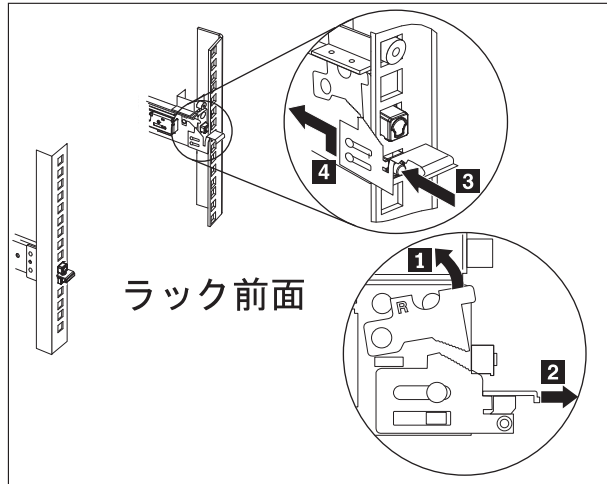

図 23. スライド・レールの端の取り外し
4. 62 ページの図 23 に示すように、スライド・レールの端を取り外します。